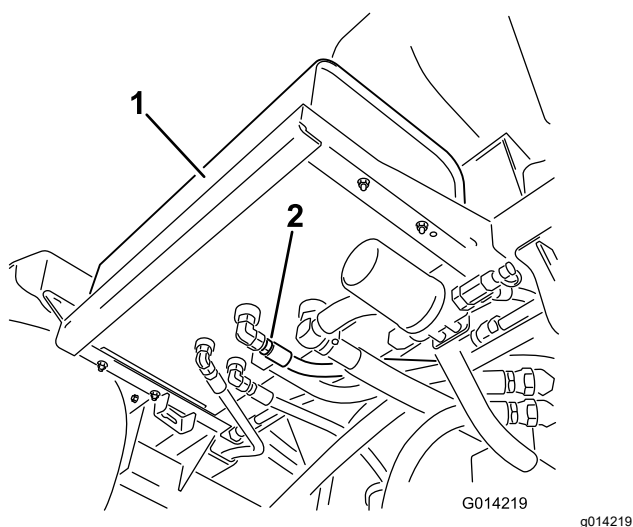

Figura 108
2. Limpie la zona alrededor del acoplamiento de uno de los manguitos hidráulicos, en la parte inferior del depósito de fluido hidráulico (Figura 108).
4. Retire el acoplamiento de manguera del depósito y deje fluir el fluido al recipiente (Figura 108).